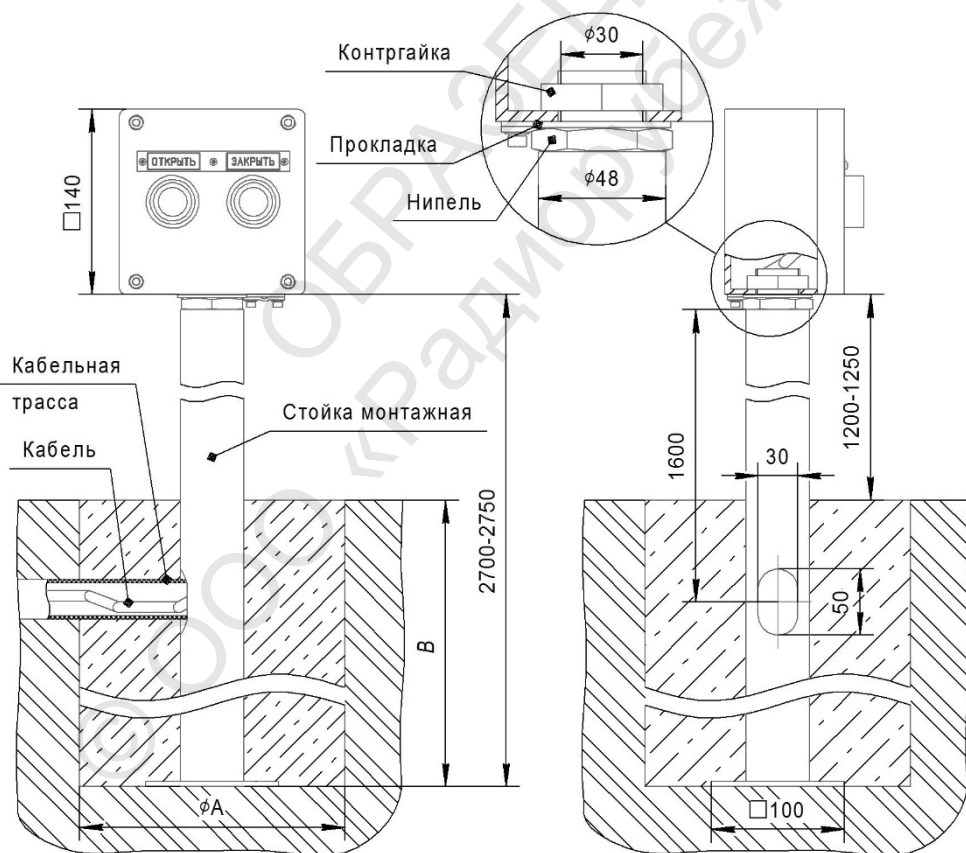

Рис. 7 – Монтаж изделия на стойке РР.292.08.040
9.2.4 Монтаж изделия на стойку монтажную РР.292.08.040 необходимо выполнить в следующей последовательности (см. рис. 7):